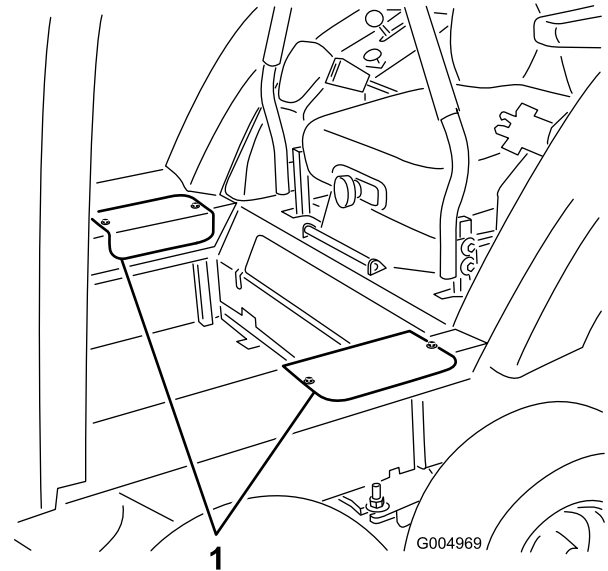

図 40
1. 各サイドアクセスカバーを固定しているねじ 左右それぞれ2本を取ってカバーを外す 図 40。